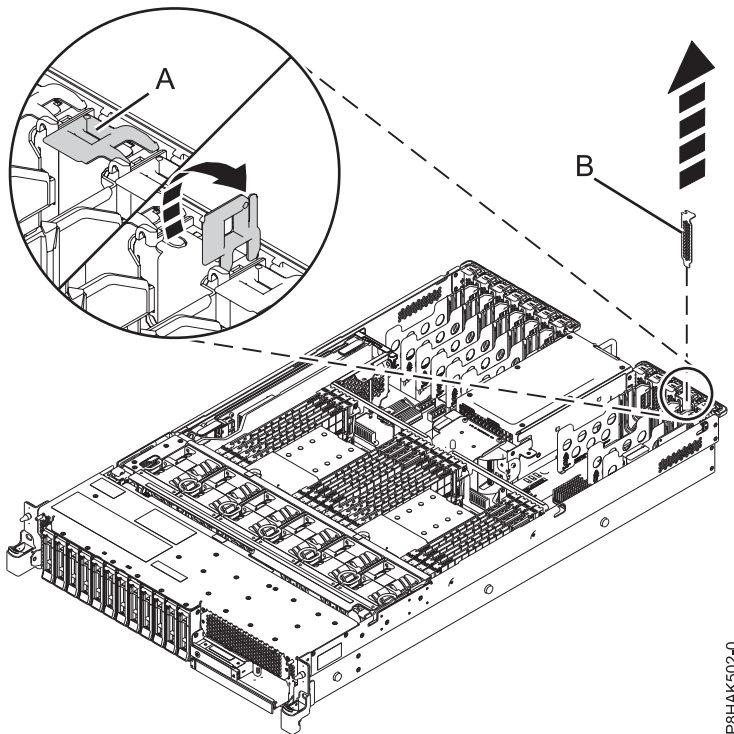

Figura 5. Extracción de un relleno de una ranura adaptador PCIe en un sistema 5148-21L, 5148-22L, 8247-21L, 8247-22L, 8284-21A o 8284-22A
Para extraer el relleno, sostenga con cuidado el relleno (B) por el borde superior o la contrapunta, y extráigalo del sistema. Consulte la Figura 5.